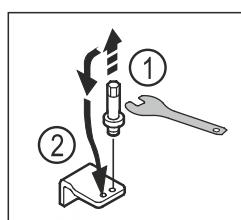

Fig. 18
- ▶ Čap dolnej ložiskovej kontroly vyskrutkujte vonkajším kľúčom na šesťhrannú maticu SW5. Fig. 18 (1)
- ▶ Nasadťte čap na opačnú stranu. Fig. 18 (2)